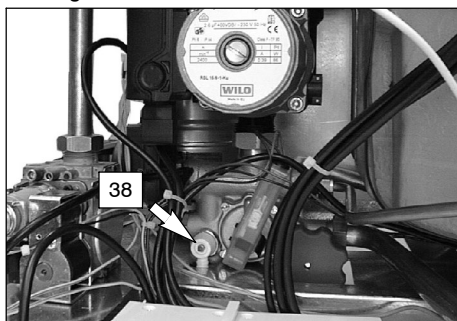

fig. 9.5
- 4 Allentare il rubinetto di svuotamento caldaia 38 in fig. 9.5